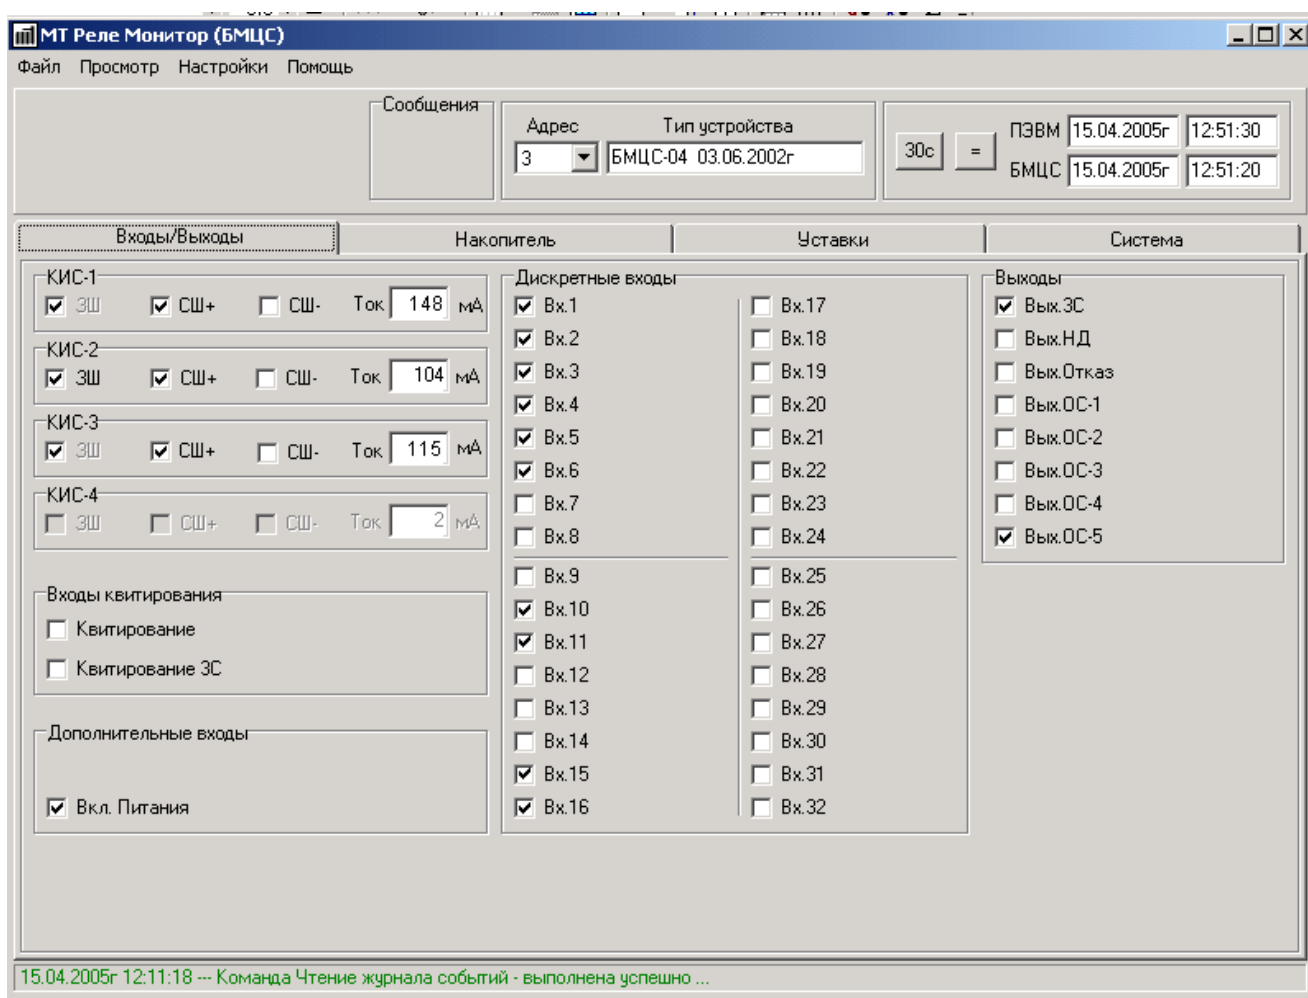

Рис. 98 Главное окно
При работе с устройствами НТЦ «Механотроника» запускают на компьютере программу «МТ Реле Монитор (БМЦС)», открывают главное окно и наблюдают на экране компьютера изображение, приведенное на рис. 98⁶.
При правильной настройке связи в главном окне программы (см. рис. 98) в окне «Тип устройства» появится адрес устройства (3), название подключенного блока и номер его исполнения (БМЦС-04), дата регистрации ПрО (03.06.2002), а также раскрытая вкладка «Входы/Выходы» с параметрами сети.